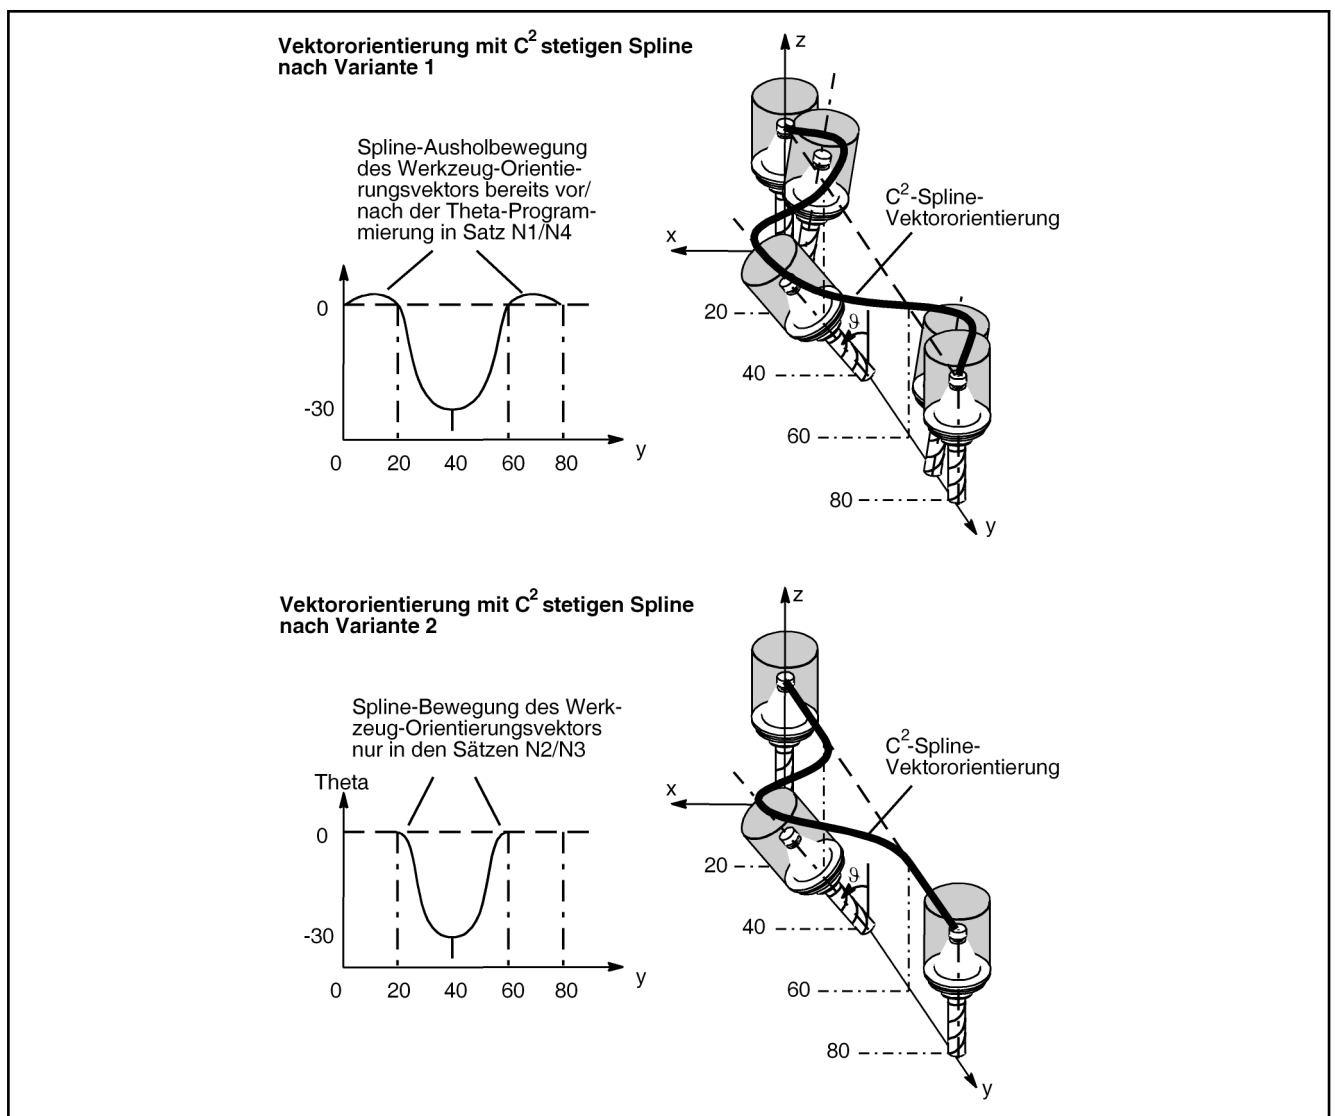

Abb. 9-18: Vektororientierung - nach Variante 1
- Die $\vec{r}$ -Bewegung ($\vec{r} = (x, y, z)$) ist unabhängig von der $\vec{\rho}$ -Bewegung. Eine $\vec{\rho}$ -Bewegung erfolgt nur in Sätzen mit Startorientierung ungleich Endorientierung (siehe Abb. 9-18 "Vektororientierung - nach Variante 1" auf Seite 139).